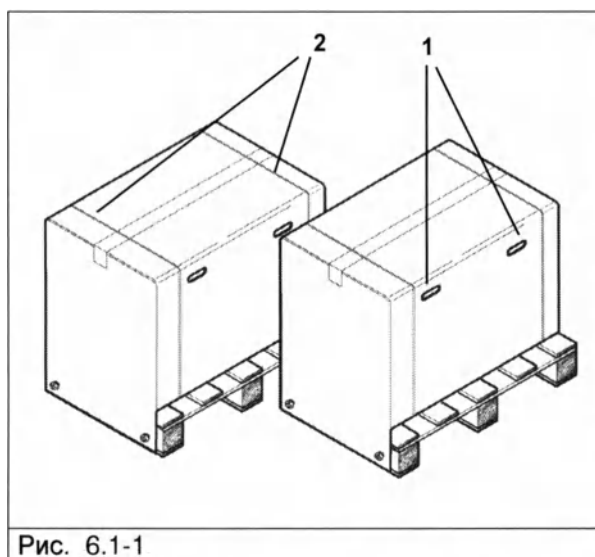

Рис. 6.1-1
Упаковка и оборудование хрупкие, обращайтесь с ними с осторожностью. Перевозите оборудование без резких рывков и ударов. РУЧКИ НА УПАКОВКЕ (1 Рис. 6.1-1) ИСПОЛЬЗУЮТСЯ ТОЛЬКО ДЛЯ ВЕРТИКАЛЬНОГО ПОДЪЕМА. Храните упаковку в сухом и защищенном месте. Упаковка должна быть сохранена в течение всего гарантийного периода.
- откройте коробку, не повредив стяжки, удерживающих коробку (2 на рис. 6.1-1);